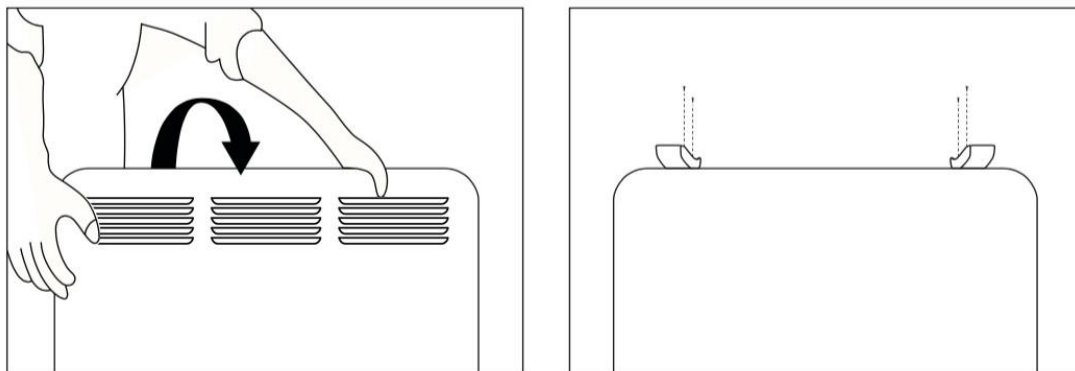

Рис. 2
- перевернуть обогреватель нижней частью кверху (Рис. 2);